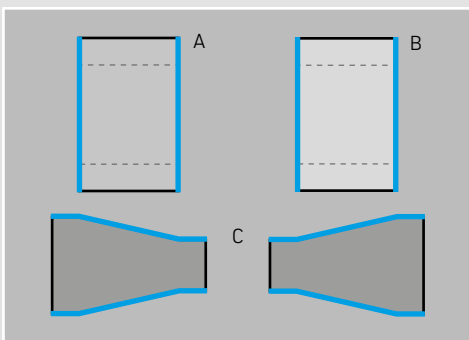

Figura 8: Sezione riduzione concentrica
I quattro pezzi sono due laterali (C), una base (A) e un coperchio (B) come mostrato in figura 8. Il montaggio inizia con la connessione dei pezzi laterali alla base, e di seguito al coperchio.